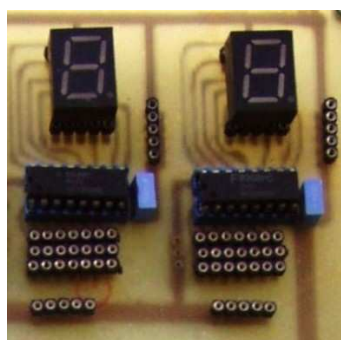

Fig. 4
- e. Doppio visualizzatore a display a LED a 7 segmenti che accetta in ingresso il codice binario e consente una uscita esadecimale (fig. 4);